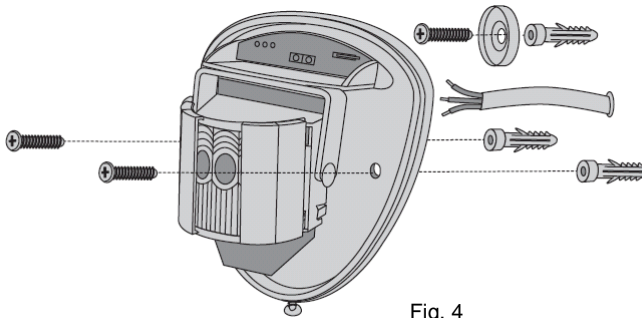

Fig. 4
3) Passer un câble d'alarme standard à 12 conducteurs dans l'entrée de câbles ; dénuder les fils et les raccorder au bornier démontable, comme indiqué à la Fig. 7. Vérifier que le doigt d'inviolabilité est correctement placé et que le microcontact d'inviolabilité est fermé, puis visser l'appareil au mur. **Voir Fig. 4 et 5.** Pour faciliter l'installation, l'appareil est fourni avec 2 patins d'inviolabilité supplémentaires. Par rapport au patin monté d'origine, ils sont plus longs de respectivement 1 et 2 mm. Ces patins d'inviolabilité sont simplement montés à force dans le doigt ; pour les déposer, il suffit de tirer progressivement dessus. **Voir Fig. 2.**